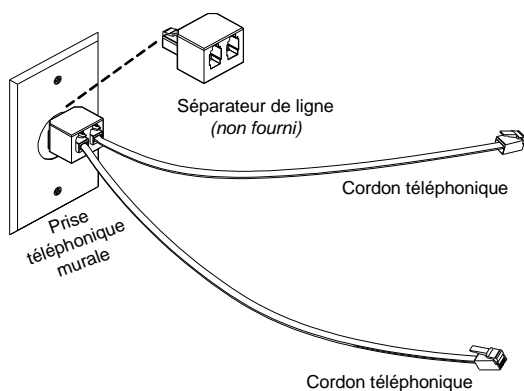

Figure 7 : Diviseur de ligne téléphonique
1.	Branchez le diviseur de ligne dans la prise murale comme indiqué à la Figure 7.
2.	Branchez une carte de téléphone dans une des prises du diviseur de ligne, comme indiqué à la Figure 7.